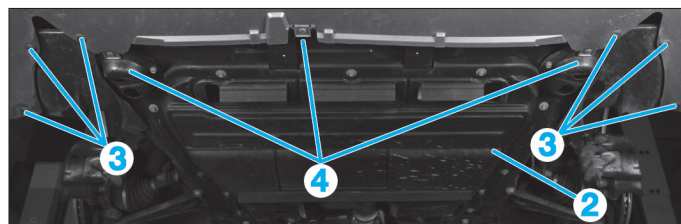

Fig. 81
- le carénage sous moteur (2) (Fig.81),
- les vis inférieures du bouclier (3) et (4),